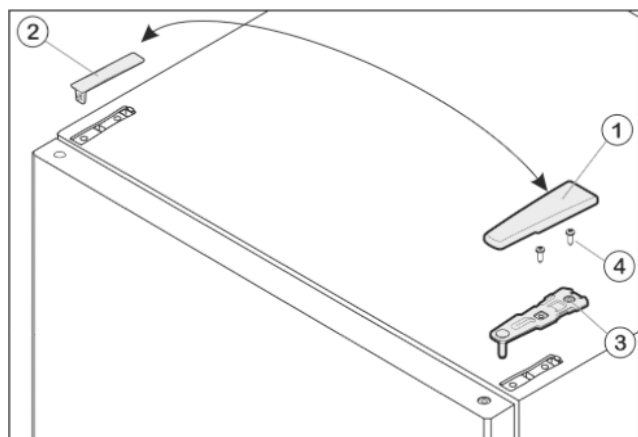

Fig. 7
- ▶ Kryt Fig. 7 (1) stáhněte dopředu a nahoru.
- ▶ Kryt Fig. 7 (2) zvedněte.
- ▶ Horní stojan ložiska Fig. 7 (3) odšroubujte (2 krát Torx® 25) Fig. 7 (4) a stáhněte nahoru.
- ▶ Horní stojan ložiska *Fig. 7 (3)* vložte na nové straně závěsu do dvířek.
- ▶ Horní stojan ložiska **přišroubujte (s 4 Nm)** (2krát Torx® 25) *Fig. 7 (4)*. Díry pro šrouby případně předem propíchněte nebo použijte akumulátorový šroubovák.
- ▶ Kryt *Fig. 7 (1)* a kryt *Fig. 7 (2)* vždy na opačné straně zvenku nasadte a zaklesněte.